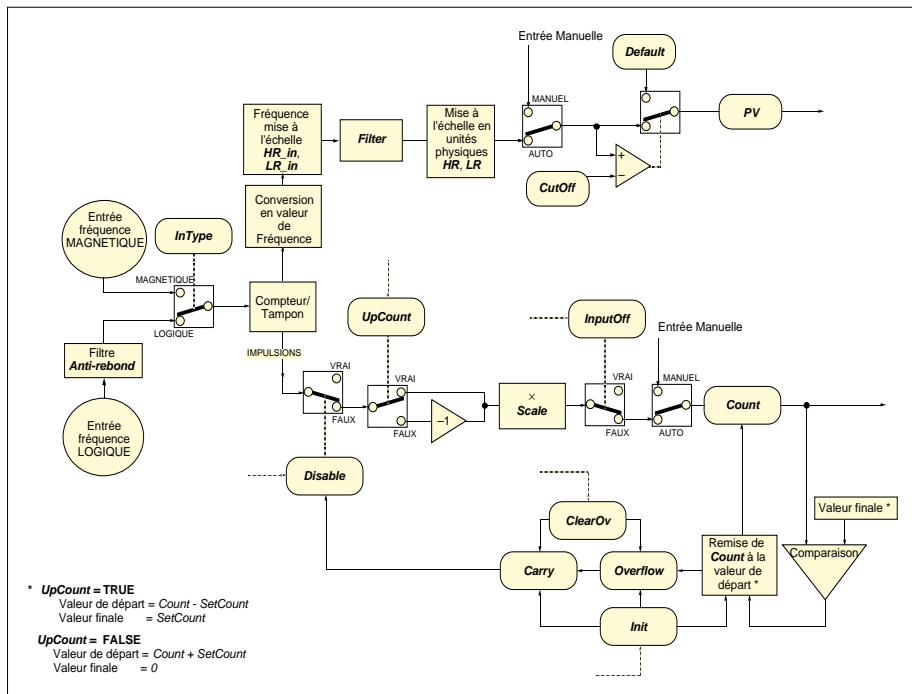

Figure 2-10 Schéma du bloc FREQIN
Voir le schéma de la figure 2-10. Le bloc d'entrée fréquence traite les signaux d'entrée à partir de l'extérieur par l'intermédiaire du module E/S d'entrée de fréquence T130. Les signaux magnétiques ou logiques peuvent être entrés dans le T130 (définis dans *InType*). Les impulsions d'entrée sont sauvegardées dans une mémoire tampon (buffer) et ensuite traitées et sorties de deux manières distinctes et indépendantes: une valeur de fréquence analogique (PV) et également comme un comptage (Count) d'impulsions analogiques mises à l'échelle. Voir le processus dans la partie supérieure et inférieure du schéma.